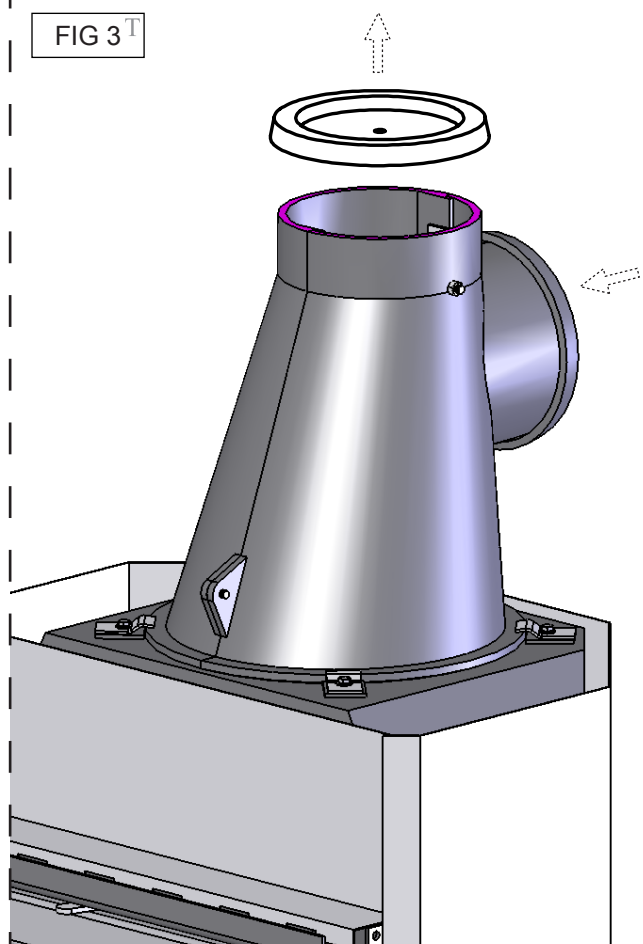

FIG 4^T
FIG 4: Placer une plaque d'acier (1) en cas de revêtement de sol inflammable et puis placer le foyer (2). Ajustez les pieds du foyer à la hauteur** donnée et raccorder le conduit de fumée à la cheminée.
FIG 4: Posizionare una protezione in acciaio (1) in caso di pavimenti infiammabili e successivamente posizionare l'inserto (2). Regolare i piedini dell'inserto all'altezza determinata** e collegare il tubo fumi AL camino.